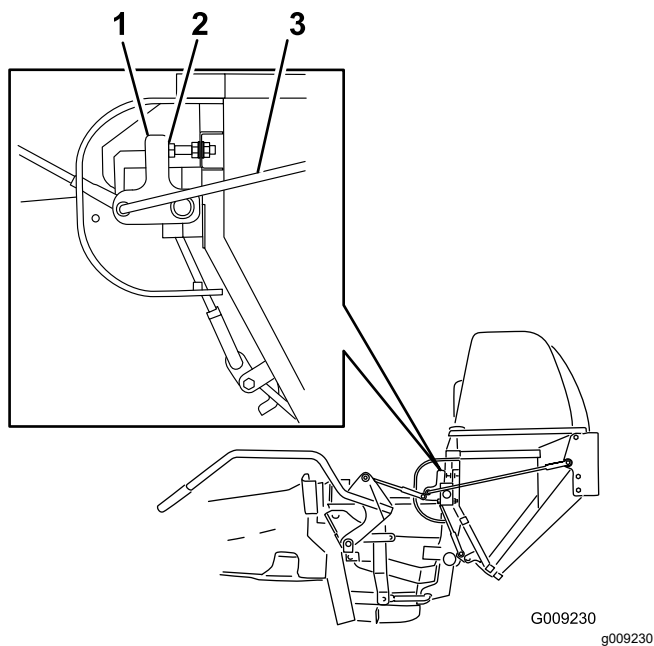

Figure 52
3. Fermez le couvercle, desserrez les écrous et ajustez les boulons d'arrêt de sorte que le bras de contact soit droit et vertical (Figure 52).
4. Réglez la longueur des biellettes d'articulation pour assurer la fermeture complète de la trappe et à exercer une force raisonnable sur la poignée (Figure 52).